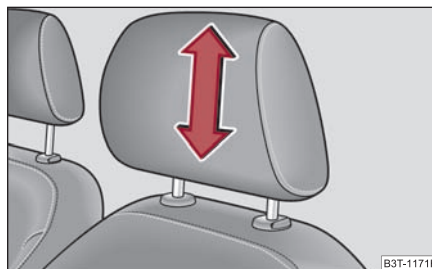

Fig. 81 Régler les appuie-tête
- Attrapez l'appuie-tête sur le côté avec les deux mains et poussez-le vers le haut comme souhaité ⇒ page 84, fig. 81.